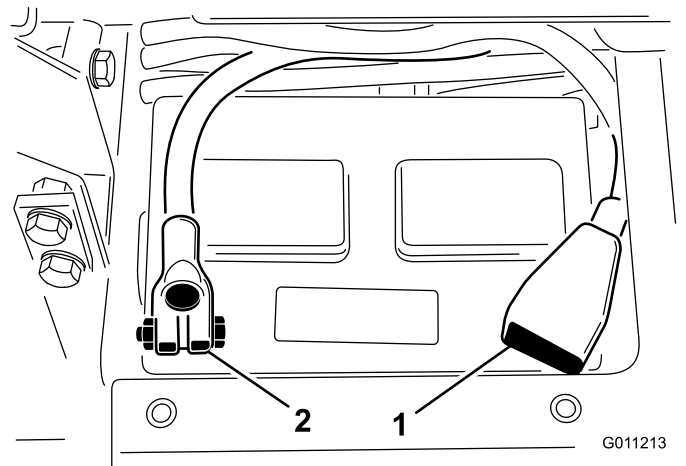

图5
- 使用螺栓和螺母将正极接线（红色）连接到正极（+）电池端子，负极接线（黑色）连接到负极（-）电池端子（图5）。确保正极（+）端子尽可能在电极上，接线紧贴电池。接线不得与电池盖接触。